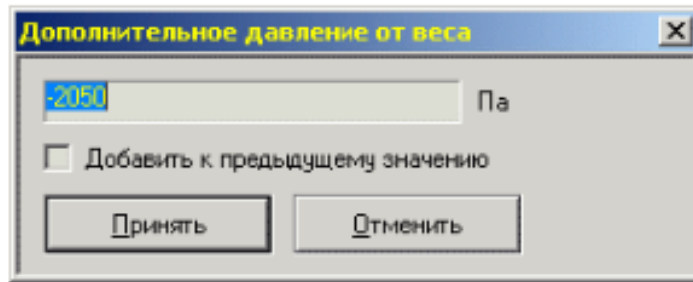

Рис. 5.6.15. Диалоговое окно задания дополнительного давления от веса
3. В появившемся диалоговом окне (рис. 5.6.15.) необходимо задать параметры дополнительного давления от веса (см. ниже).